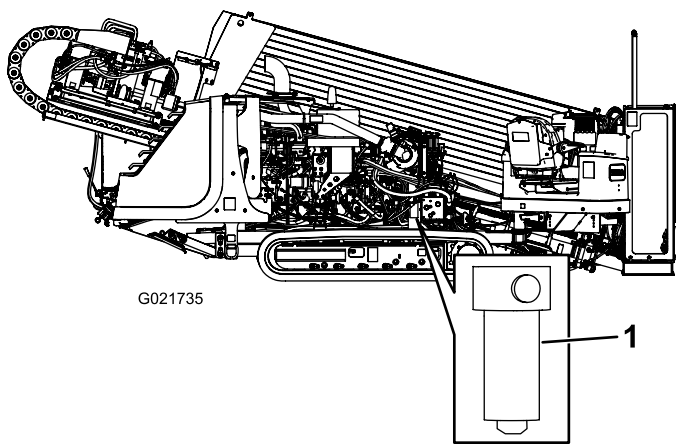

Bild 110
4. Entfernen Sie mit einem Filterschlüssel den Hydraulikdruckfilter (Bild 110).